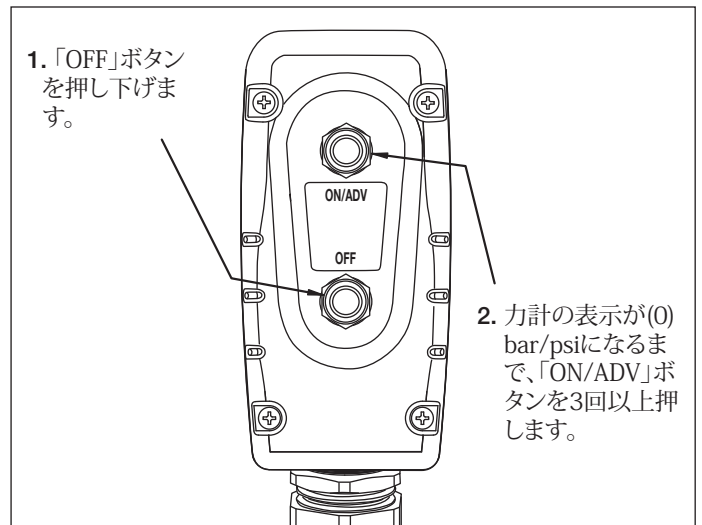

図7 除圧(ペンダントボタン使用)。
- 「OFF」ボタンを押し下げます。図7を参照してください。